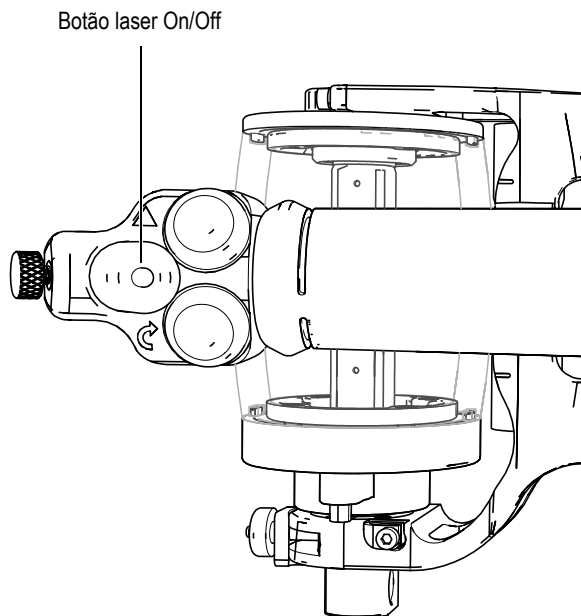

Figura 5-3 Botão On/Off do laser na parte superior da caixa do laser
3. Na parte superior da caixa do laser, pressione o botão vermelho On/Off para ativar o laser (Figura 5-3 na página 74).
19. Na parte superior da caixa do laser, pressione o botão vermelho On/Off para desativar o laser (Figura 5-3 na página 74).